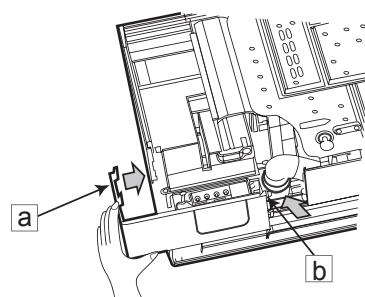

图14-1
(1) 连接盖板拆去顺序
用手将面框右下角风室下盖板①、⑥处的勾子沿箭号方向拉，将风室下盖板取出。（如图14-1）